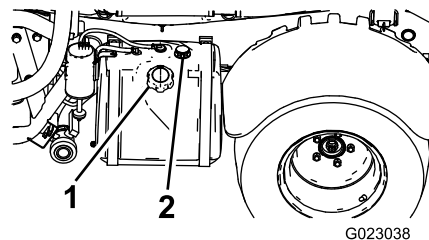

図 11
2. 燃料タンクのキャップ【図 11】の周囲をきれいに拭く。